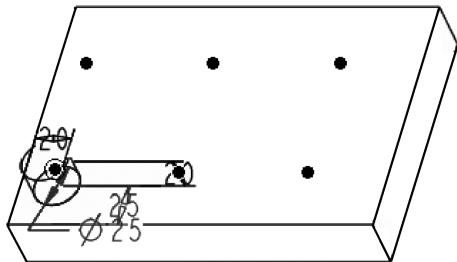
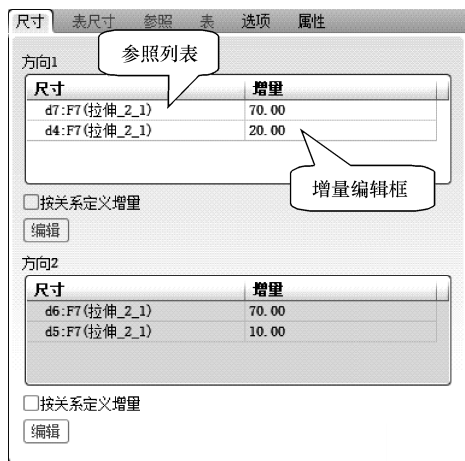

图 8-23 实例位置
图 8-24 设置【尺寸】下滑面板
(7) 按住〈Ctrl〉键选择小圆柱高度尺寸“20”，此时【方向 1】列表中添加了另一参照尺寸，在其后的【增量】编辑框修改增量为“20”，按〈Enter〉键确认。
(8) 在对话框方向1后的【实例数量】文本框中输入“3”，按〈Enter〉键确认。
(9) 在【尺寸】下滑面板中，单击【方向2】收集器，使其处于淡绿色激活状态。
(10) 在模型上选择小圆柱中心线到底板前表面的尺寸“25”，在出现的【增量】编辑框中输入增量值“80”，按〈Enter〉键确认。
(11) 按住〈Ctrl〉键选择小圆柱直径尺寸“ $\phi 20$ ”，此时【方向2】列表中添加了另一参照尺寸，在出现的【增量】编辑框中输入增量“10”，按〈Enter〉键确认。
(12) 在对话框方向2后的【实例数量】编辑框中输入“2”，按〈Enter〉键确认。
(13) 这时模型区在每个实例出现的位置显示黑色实心圆，如图8-23所示，【尺寸】下滑面板如图8-24所示。